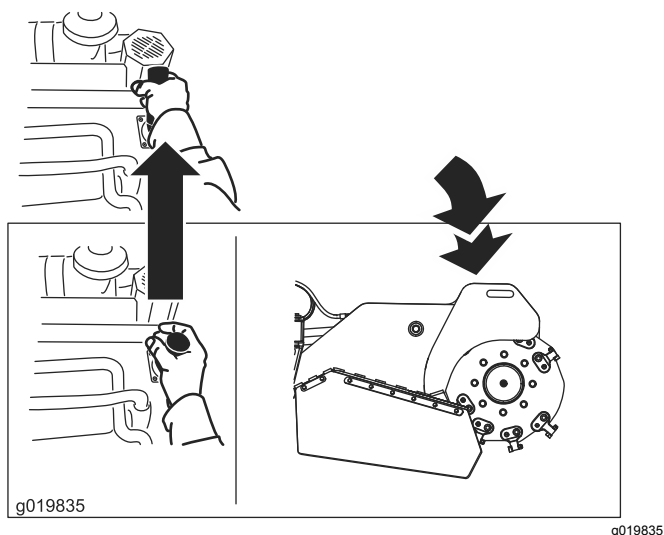

Figura 14
- Para baixar o triturador, empurre a alavanca para a frente (Figura 14).